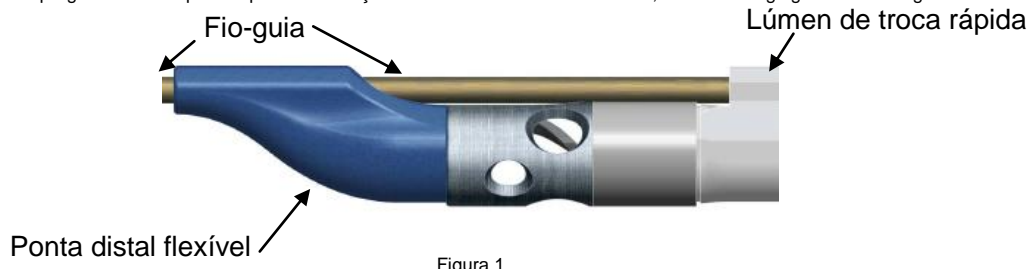

Figura 1
3. Fixe a posição do fio-guia; insira um fio-guia através da ponta distal flexível e lúmen de troca rápida do cateter ThromCat XT (figura 1).